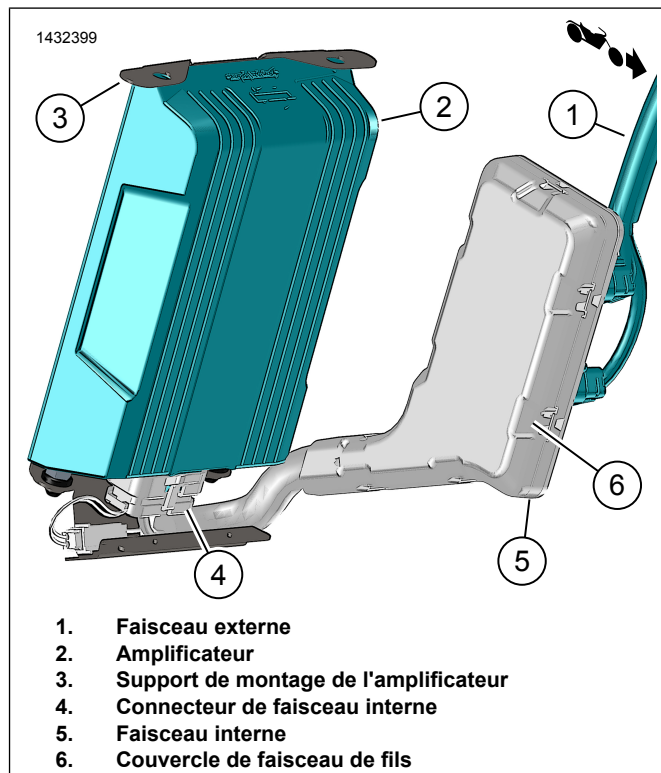

Figure 14. Ensemble amplificateur de sacoche droite
6. Voir la figure 14. Raccorder le connecteur du faisceau intérieur (4) à l'amplificateur (2).
10. Voir la figure 14. Installer le couvercle du faisceau de fils (6).